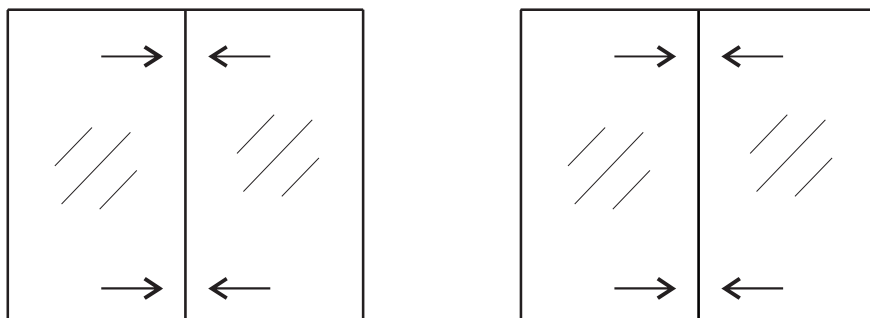
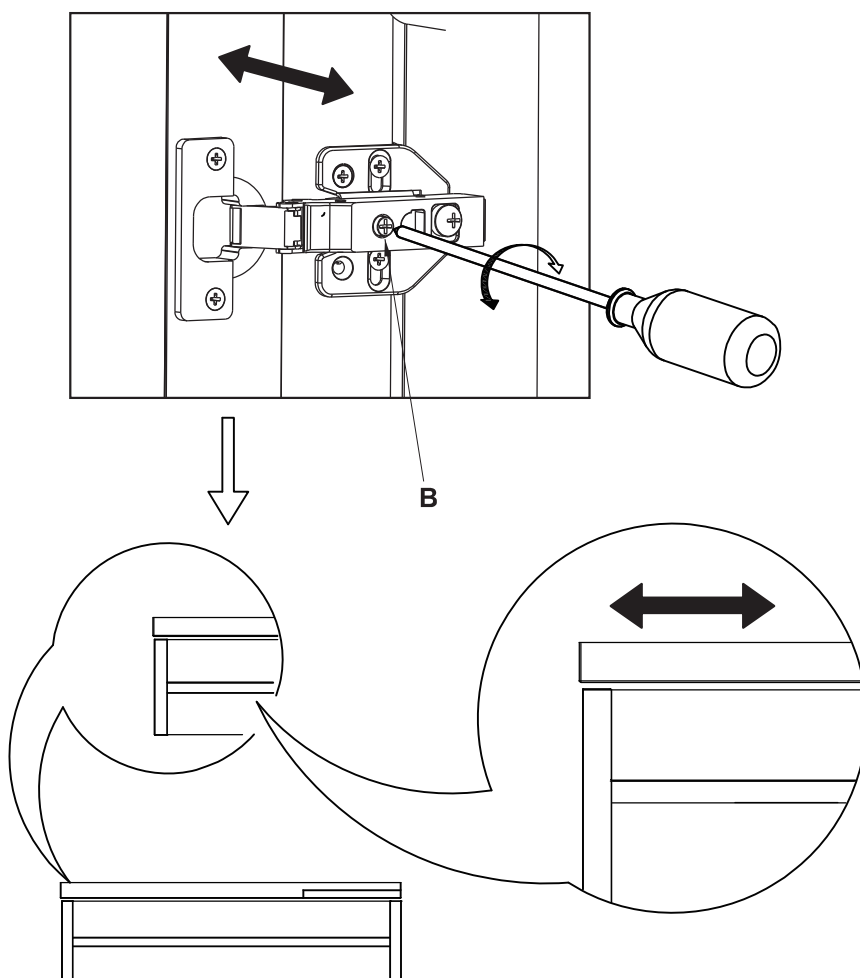

Abb. 6
Abb. 7
3.1 Befestigen Sie den Spiegelschrank und prüfen Sie, ob die Spiegeltür waagerecht ist; falls nicht (wie in Abb. 6 gezeigt), stellen Sie den Abstand der Türöffnung durch Verstellen der Scharnierschraube (B) ein und halten Sie beide Türen waagerecht (Abb. 7).